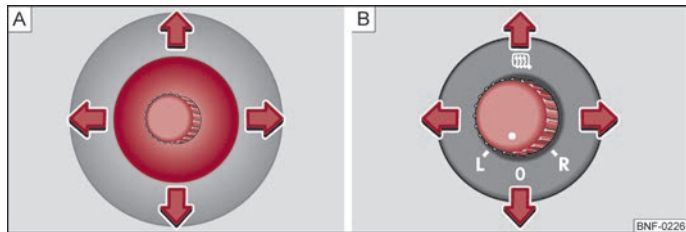

Fig. 32 I døren: Indstillingsknap til mekanisk sidespejl / Drejeknap til elektriske sidespejle
- Indstil spejlfladen til den ønskede position med indstillingsknappen ⇒ Fig. 32 – A. Spejlfladen bevæger sig på samme måde, som du bevæger indstillingsknappen.
- Drej drejeknappen til positionen  ⇒ Fig. 32 – B.
- Drej drejeknappen til positionen **L** ⇒ Fig. 32 – B. Spejlfladen bevæger sig på samme måde, som du bevæger drejeknappen.